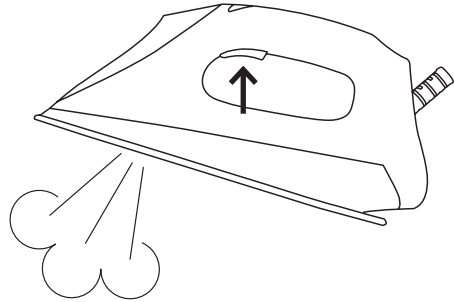

Fig 3
- Pulse el interruptor de vapor; elija el modo de nivel alto de vapor o el nivel ECO de vapor, ambas opciones pueden elegirse en cualquier momento. Fig.3